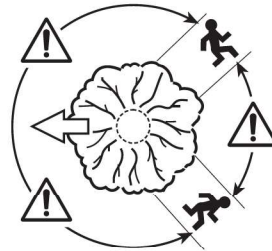

Fig. 37
- > Antes de iniciar os trabalhos, planeie e desobstrua uma possível via de fuga. A via de fuga deve estender-se obliquamente para a retaguarda da linha de queda prevista (Fig. 37).